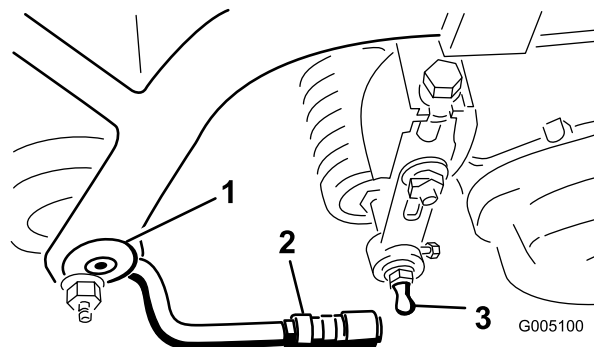

Bild 8
2. Bringen Sie an jedem Ende der vorderen Rolle der Mähwerke jeweils eine Scheibe und einen Kugelbolzen an (Bild 8).
4. Schieben Sie die Hülse am Kugelgelenk zurück und drehen die Zugarme so nach unten, dass der Sechskantschlüssel über den Kugelbolzen passt. Lösen Sie die Hülse, sodass sie über den Bolzen geht und die Teile miteinander verbindet (Bild 8).